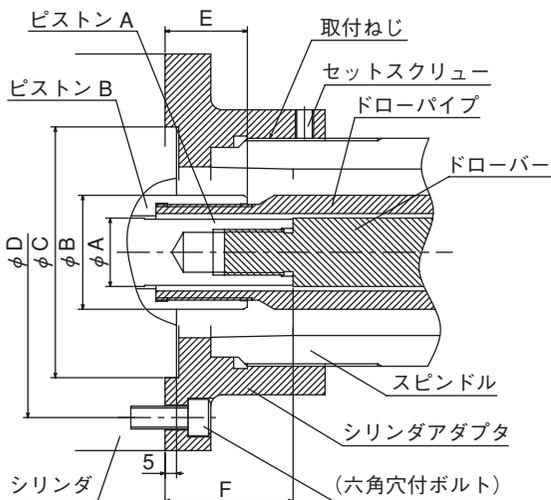

図8 シリンダアダプタ取付部
- シリンダは旋盤スピンドル支持部にできるだけ接近させてください。シリンダアダプタの取付方法及び振れの測定方法を一例として図示します。(図8、表9)